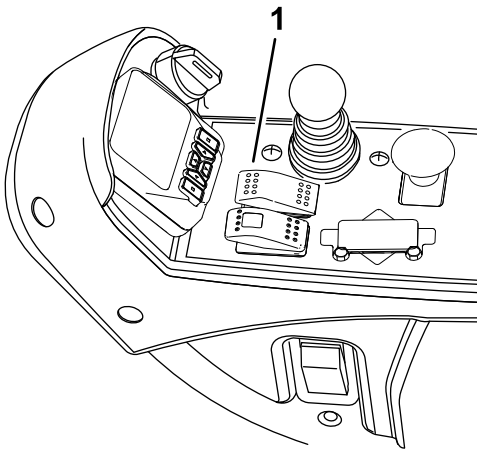
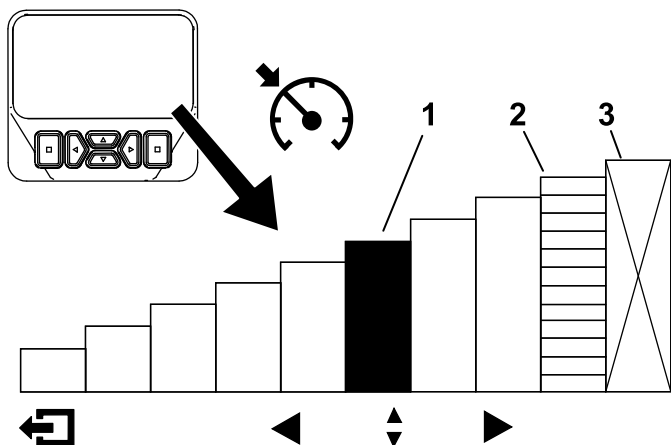

Figura 28
Figura 29
Después de activar el interruptor del control de crucero y establecer la velocidad (Figura 28), utilice el InfoCenter para ajustar la velocidad del control de crucero (Figura 28 y Figura 29).
1. Active el interruptor del control de crucero en la consola (Figura 28).
2. Utilice la pantalla del InfoCenter para ajustar la velocidad del control de crucero (Figura 29).